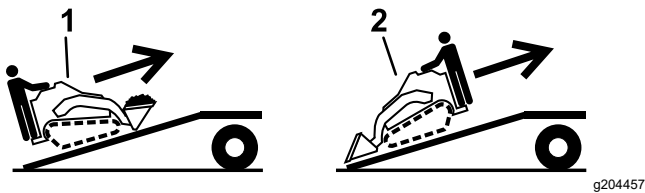

Figura 26
5. Carregue a máquina para o atrelado com a extremidade pesada para cima na rampa, carregando as cargas em baixo (Figura 26).